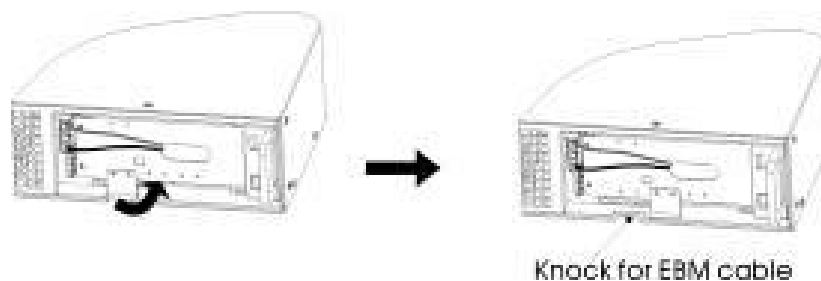

Abbildung 9: Freilegen der USV-Kabelaussparung
- b) Legen Sie die EBP-Kabelaussparung auf der Unterseite der vorderen Abdeckung der USV frei (siehe Abbildung 9).